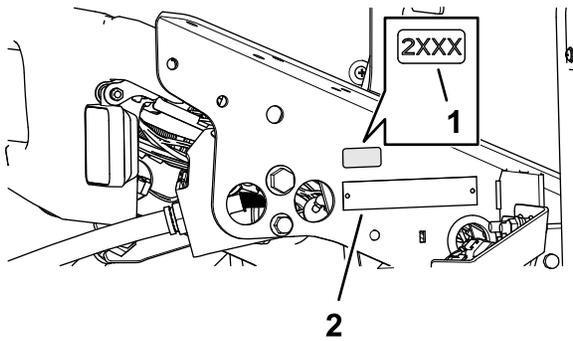

Figura 38
1. Utilize álcool e um pano limpo para limpar a área do suporte do piso junto à placa do número de série e deixe secar o suporte (Figura 38